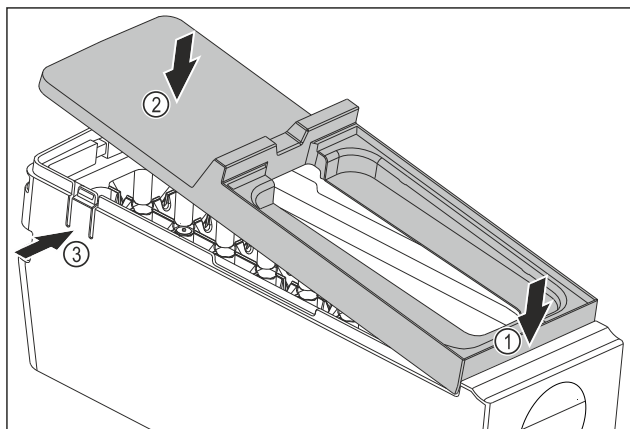

Fig. 124
- Montimi i kapakut mbulues të kutisë EasyTwist-Ice: Futni kapakun mbulues në pjesën përpara. Fig. 124 (1)
- Ulni poshtë kapakun mbulues në pjesën e pasme. Fig. 124 (2)
- Dëgjohet zhurma e mbërthimit të kapakut mbulues në të dyja gjuhëzat Fig. 124 (3).